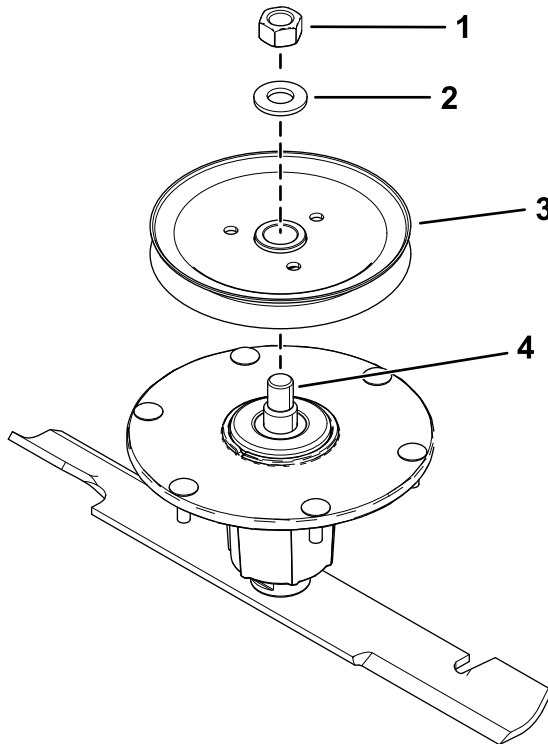

Figura 7
1. Retire la tuerca superior, la arandela y la roldana del eje (Figura 7).